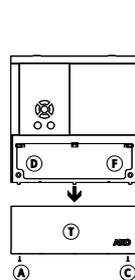

FIG.1
- Retirar la tapa T del equipo (Fig.1)
- Insertar y apretar los tornillos D,F (Fig.1).
- Cerrar la tapa T, insertar y apretar los tornillos A,C (Fig.1).
- Juntar el frontal con la caja, a través del panel, y apretar los tornillos de 45 mm a través de los taladros D,F,G,J (Fig.1 y 3)
- Cerrar la tapa T, insertar y apretar los tornillos A,C (Fig.1)